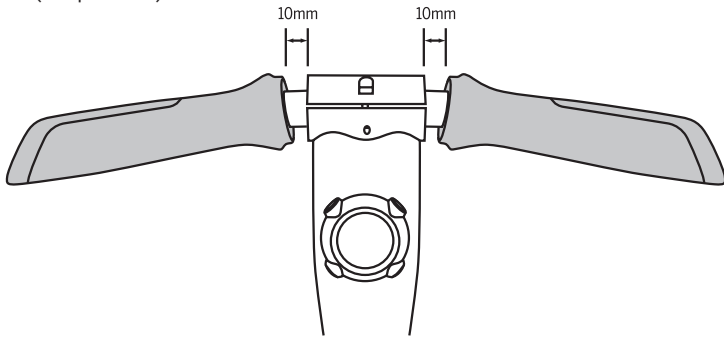

Figura 1. Deslice los mangos en dirección contraria a la abrazadera del manillar
2. Deslice ambos mangos para alejarlos de la barra del manillar en al menos 10 mm (alrededor de 3/8 de pulgada). Consulte la figura 1.